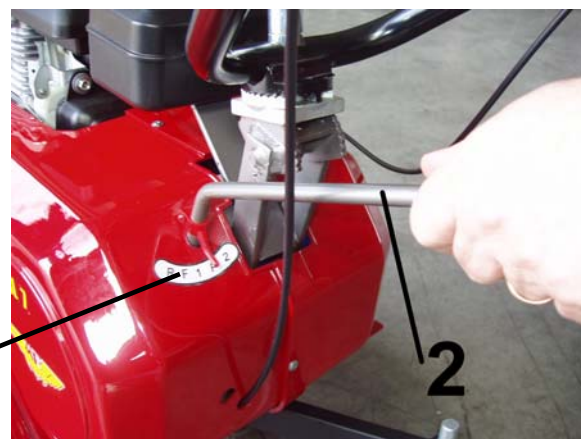

Fig. 4
- Verificare che la leva di comando marce sia in posizione "FOLLE" (fig. 4 dett. A); (SOLO RL 7 2+1)
2. Verificare che la leva comando marce (part. 2) sia in posizione di folle (fig. 4 dett. A); (SOLO RL 7 2+1)
2. Portare la leva di comando marce (part. 2) nella posizione desiderata. Vedi targhetta (Fig. 4 dett. A pag. 5); RL 7 2+1